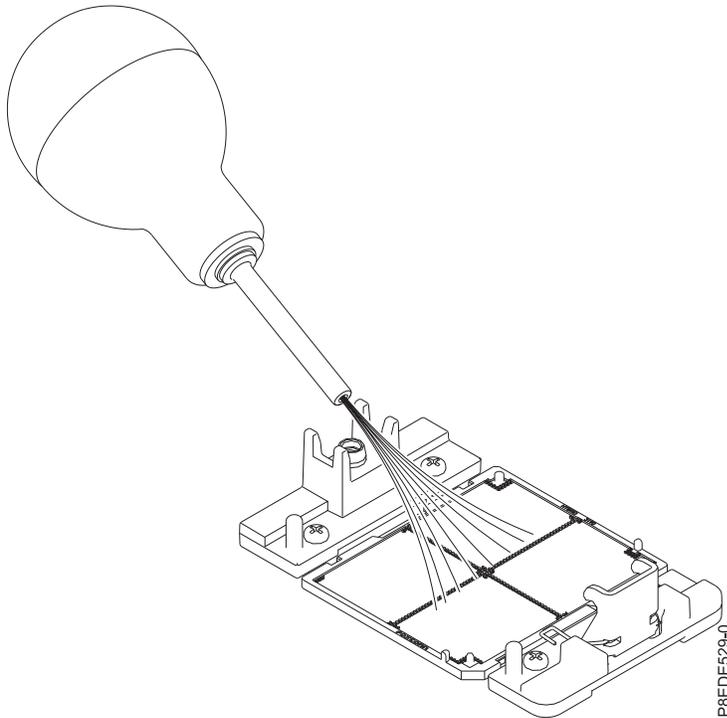

Figure 190. Retrait de la poussière et des particules du support du processeur système.
- a. Si de la poussière ou des particules sont présentes sur le support du processeur système, utilisez la pompe à air fournie (référence 45D2645) pour nettoyer le support. Dirigez de petits jets d'air depuis le centre vers les côtés du support, comme illustré dans la figure 190, à la page 169.